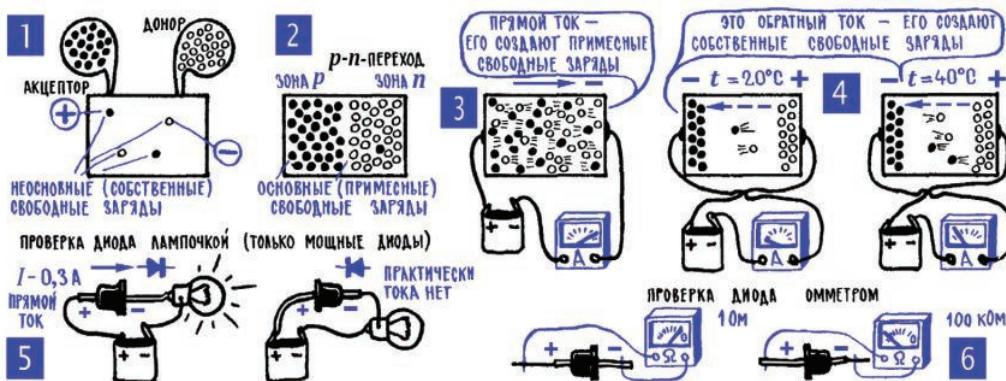

Рис. 9.4. Полупроводниковый диод
Приставка «ди» в слове «диод» означает «два», она указывает, что в приборе имеются две основные «детали», два тесно примыкающих один к другому полупроводниковых кристалла (рис. 9.4; 1,2): один с *p*-проводимостью (это зона *p*), другой – с *n*-проводимостью (это зона *n*). Фактически же полупроводниковый диод – это один кристалл, в одну часть которого вве-
**10. Полупроводниковый диод пропускает ток в основном только в одну сторону.** Если от батареи подвести к диоду постоянное напряжение «плюсом» к зоне *p* и «минусом» к зоне *n* (рис. 9.4; 3), то свободные заряды – электроны и дырки – хлынут к границе, устремятся к *p-n-переходу*. Здесь они будут нейтрализовать друг друга, к границе будут подходить новые заряды, и в цепи диода установится постоянный ток. Это так называемое прямое включение диода – заряды интенсивно движутся через него, в цепи протекает сравнительно большой прямой ток.
Теперь сменим полярность напряжения на диоде, осуществим, как принято говорить, его обратное включение – «плюс» батареи подключим к зоне *n*, «минус» – к зоне *p*. Свободные заряды мгновенно оттянутся от границы (рис. 9.4; 4), электроны отойдут к «плюсу», дырки – к «минусу», и в итоге *p-n-переход* превратится в зону без свободных зарядов, в чистый изолятор. А значит, произойдет разрыв цепи, ток в ней прекратится.
Правда, небольшой обратный ток через диод все же будет идти. Потому что, кроме основных свободных зарядов (носителей заряда) – электронов, в зоне *n* и дырок в зоне *p*, в каждой из зон есть еще и ничтожное количество зарядов обратного знака. Это собственные неосновные носители заряда, они существуют в любом полупроводнике, появляются в нем из-за тепловых движений атомов (гл. 9; 5), и именно они и создают обратный ток через диод. Зарядов этих сравнительно мало, и обратный ток во много раз меньше прямого. Неприятно то, что ток этот зависит от температуры – при нагревании полупроводника число неосновных носителей увеличивается, и обратный ток растет (рис. 9.4; 4).
Есть у полупроводникового диода еще два важных параметра – его прямое и обратное сопротивление, то есть сопротивление при разной полярности приложенного к диоду напряжения (рис. 9.4; 3, 4). У плоскостных диодов, в которых площадь соприкосновения зон  $n$  и  $p$  сравнительно велика, прямое сопротивление обычно не более нескольких ом, обратное – несколько килоом или несколько десятков килоом. У точечных диодов, где площадь  $p\text{-}n$ -перехода мала (см. раздел 13 далее), прямое сопротивление – несколько десятков ом, обратное – сотни килоом и даже несколько мегаом.
У вас под руками нет, по-видимому, электронного микроскопа и других приборов, которые помогли бы прямыми опытами и демонстрациями проиллюстрировать рассказ о событиях в полупроводниковом диоде. Но вы все же можете провести эксперимент, который, по крайней мере, докажет правдоподобность выводов об односторонней проводимости *p-n*-перехода. Причем не мысленный эксперимент, как часто бывало раньше, а настоящий, «в металле». Для него нужны батарейка, лампочка и любой плоскостной диод. Весь ход эксперимента показан на рис. 9.4; 5. Он безоговорочно подтверждает: диод пропускает ток в одну сторону, его прямое сопротивление мало, а обратное – велико.